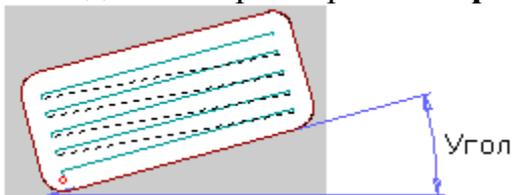

Рис. 23. Тип обработки «Петля»
6. **Петля** (рис. 23) — обработка во взаимопараллельных плоскостях перпендикулярных плоскости XY с сохранением выбранного (встречное или попутное) направления фрезерования. Направление обработки (расположение плоскостей) задается параметром Угол, который определяет угол разворота плоскостей от оси X в градусах. Шаг между плоскостями обработки задается параметром «Гл.рез.».